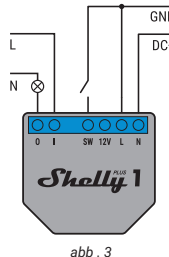

abb. 3
1. Anschluss an das Stromnetz mit Stromversorgung 110-240 V AC (Abb. 1) oder 24-240 V DC Anschluss an das Stromnetz (Abb. 3) oder 12 V DC (Abb. 2).